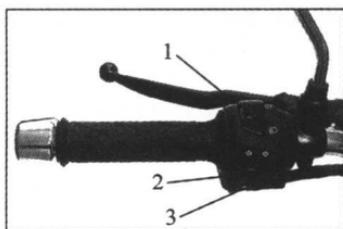

图 1.6 左把手开关
③ 前制动手把 握紧前制动手把,此时制动灯点亮。
④ 电启动按钮 按压电启动按钮,使发动机启动。
(4) 左把手开关(图 1.6)